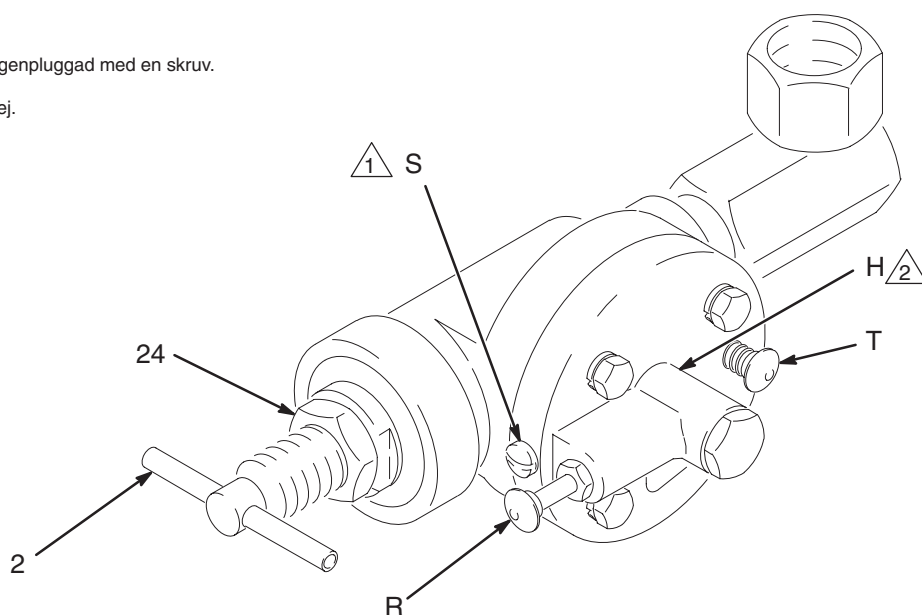

Fig. 2
Signalport (Se Fig. 2)
1. Lossa inställningslåsmuttern (24). Se Fig. 2.
2. Kontrollera att T-handtaget (2) är vridet helt **moturs**.